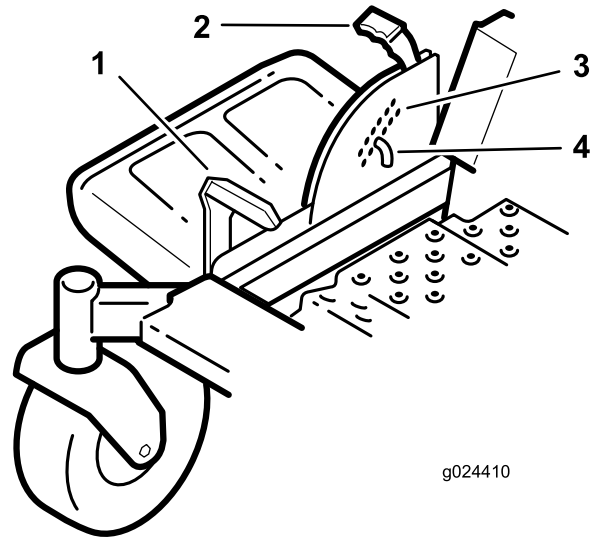

Bild 24
1. Treten Sie auf das Mähwerkhubpedal und heben Sie das Mähwerk in die arretierte Transportstellung an (auch die Schnitthöhe von 114 mm) (Bild 24).
2. Entfernen Sie den Splint zum Einstellen der Schnitthöhe aus der Schnitthöhenhalterung (Bild 24).
3. Wählen Sie ein Loch in der Schnitthöhenhalterung, das der gewünschten Schnitthöhe entspricht, und stecken Sie den Splint wieder ein (Bild 24).